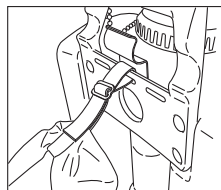

Figure 3.
- Utilisez un tournevis à lame plate pour écarter les anneaux à l'extrémité des bandoulières. Insérez les anneaux dans les trous des languettes de la base du réservoir. Tournez l'anneau jusqu'à ce qu'elle traverse complètement les trous. Assurez-vous que les sangles ne soient pas tordues. **Voir la figure 3.**